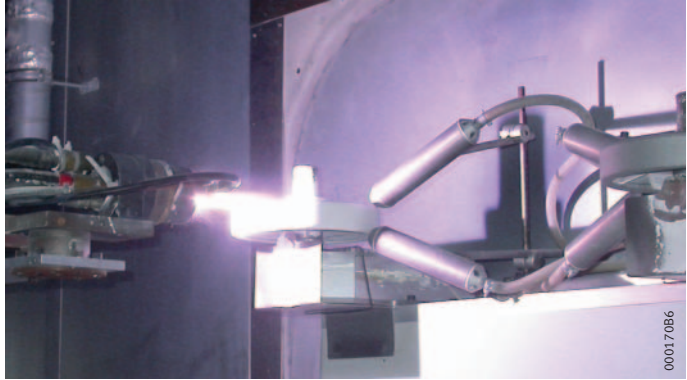

图9
- 带陶瓷氧化物涂层的轴承带有后缀 (J20)。这种涂层以等离子喷涂的方式涂覆在轴承表面，第 10 页，图 9。该陶瓷氧化物剪强度高、耐磨损、并有很好的热传导性能。
等离子喷涂工艺，首先在两个电极间产生电弧，这种电弧使得导入的惰性气体离子化。产生的等离子气流用来传送氧化铝粉末。这种粉末随即被热熔化并以高速喷涂在轴承的内圈或外圈上，*图9*。用这种方式，氧化物涂层可以非常牢固的粘附在基体材料上，基体材料需要提前被打磨粗糙。最后涂层还需要经过一道密封工艺。